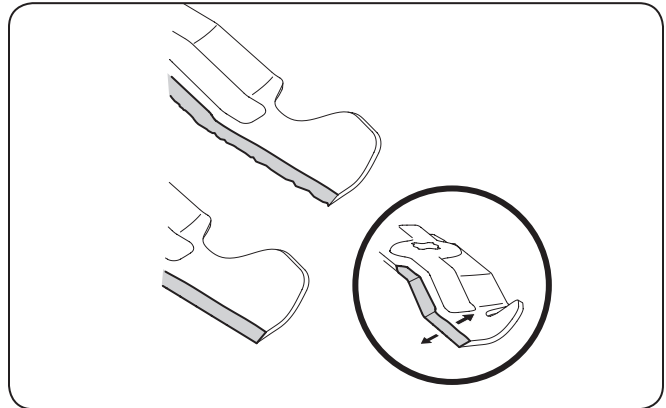

Figure 7-8
4. Pour aiguiser les lames, la même quantité de métal des deux extrémités des lames sur le côté tranchant. Aiguissez le bord tranchant sur toute sa longueur, parallèlement au bord arrière, soit à un angle de 25° à 30°. Voir la Figure 7-8.